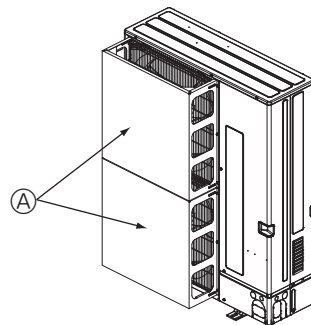

Fig. 2-3
- Si la unidad está situada en un lugar expuesto a vientos fuertes como huracanes que puedan entrar en la salida de aire, coloque un deflector de viento opcional. (Fig. 2-3)